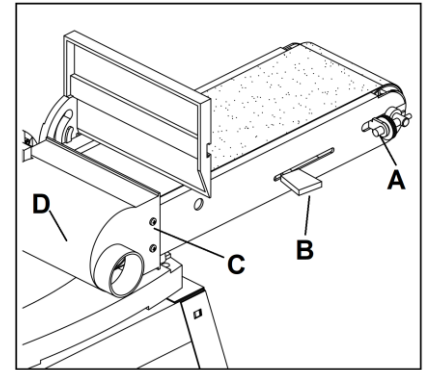

Рис. 10
2. Ослабьте натяжение ленты, нажав на рычаг натяжения (В, рис. 10) в направлении натяжного барабана. Снимите старую ленту с приводного и натяжного барабанов.
5. Поверните ленту вручную, чтобы проверить его сцепление. Лента должна проходить по центру ведущего и холостого барабанов. Отрегулируйте накидной гайкой (А, рис. 10) необходимое положение ленты на барабанах.
6. Установите пылеуловитель для ленточного узла (D, рис. 10) с помощью винтов с шайбами (С, рис. 10).